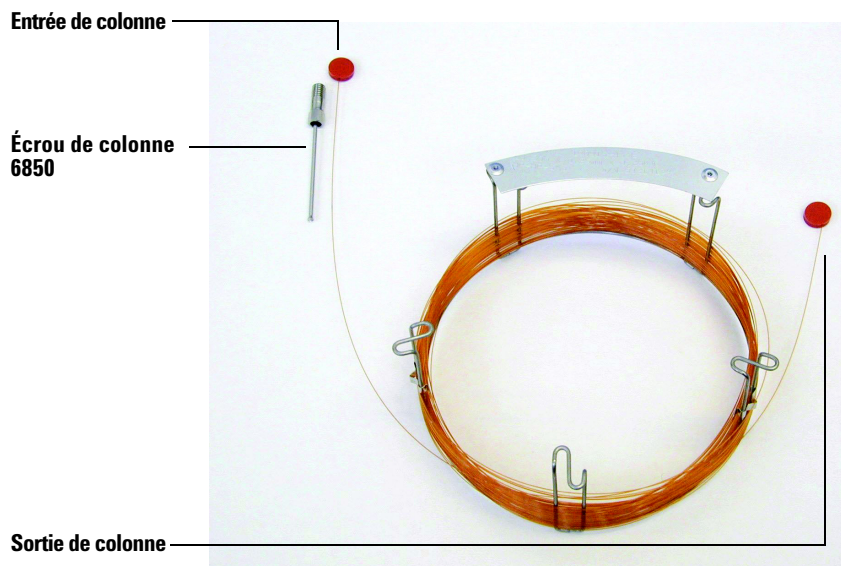

Figure 1 Colonne
- 1 Déposer la colonne (19091S-433E, se trouve dans le kit expédié avec le CPG) à plat sur une surface propre, l'étiquette face à l'utilisateur en position 12h. Noter que les extrémités d'entrée et de sortie de la colonne sont orientées de la même manière que pour l'utilisation d'un détecteur CPG et que la sortie de la colonne est à l'arrière (plus près des pales du ventilateur) du support de colonne. Voir Figure 1.